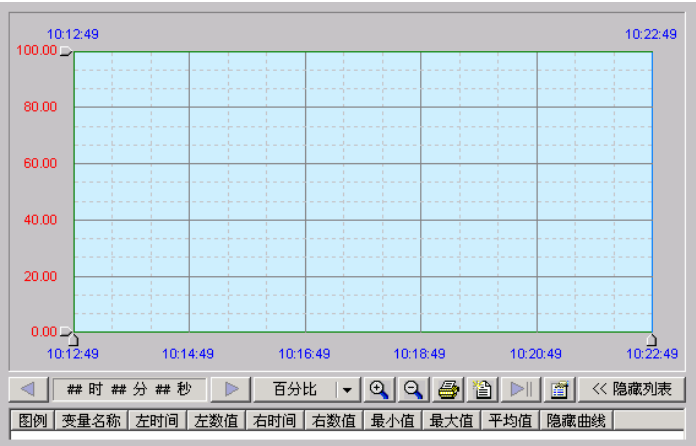

图 6-7
- 3、选择工具箱中的  工具，在画面中插入通用控件窗口中的“历史趋势曲线” 控件，如图 6-7 所示：